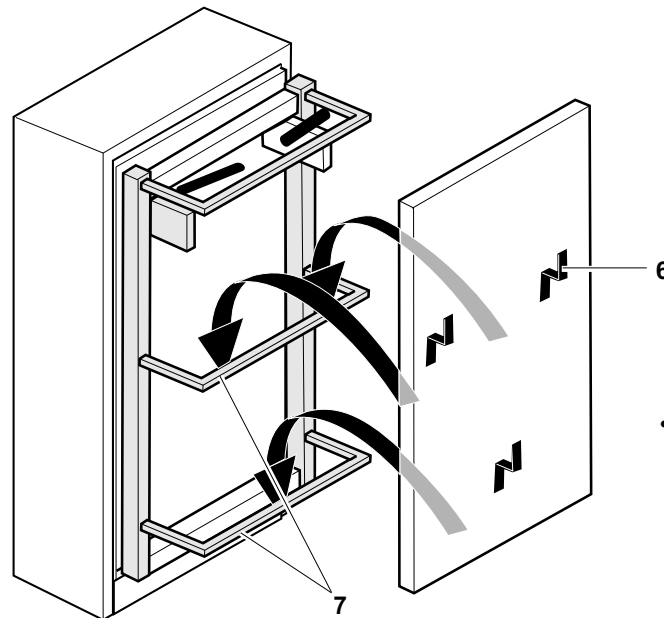

Abb. 13
- Vorbereitete Frontplatte an den Frontplatten-Befestigungswinkel 6 in die Querrohre 7 am Bettgestell einhängen, siehe **Abb. 13**.